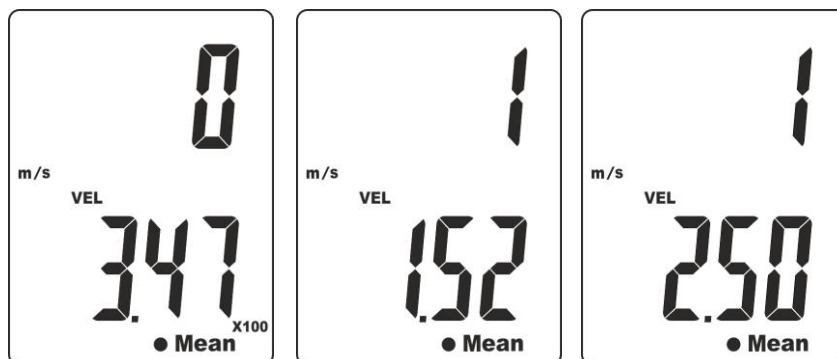

Fig. 8: Calcul de la valeur moyenne de la vitesse par points
6. Effectuer la première mesure de vitesse de l'air comme décrit au § 5.1 et appuyer sur la touche **ENT**. La valeur du premier point est présent sur l'écran secondaire (voir Fig. 8 – partie gauche)
7. Effectuer la seconde mesure de vitesse de l'air comme décrit au § 5.1 et appuyer sur la touche **ENT**. La valeur du second point est présent sur l'écran secondaire (voir Fig. 8 – partie centrale)
8. Effectuer les autres mesures éventuelles de l'air avec les mêmes modalités et à la fin, appuyer sur la touche **MEAN**. Les symboles “•” et “Mean” clignotent à l'écran et la valeur de la moyenne arithmétique est affichée sur l'écran secondaire (voir Fig. 8 – partie droite)